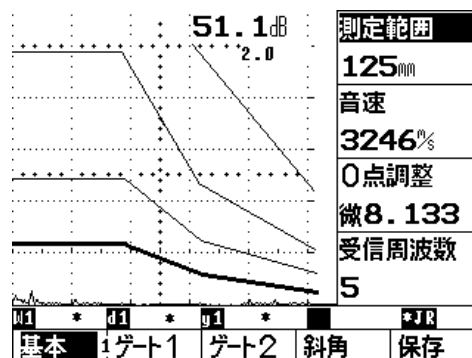

図8 測定範囲 125mm のDAC作成例
- ①測定範囲 250mm でDACが完成したら、**基本** キーを押して基本画面に戻り、測定範囲を 125mm に変更すると測定範囲 125mm のDAC作成が完了する。(図8参照)